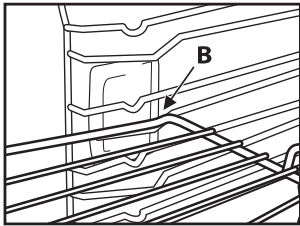

Fig. 2
2. Incliner la grille à la hauteur de la position de blocage « B » (fig. 2).